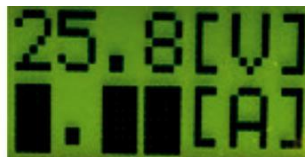

Figura 2
- Indicação de corrente acima de 3A; (**Figura 2**)